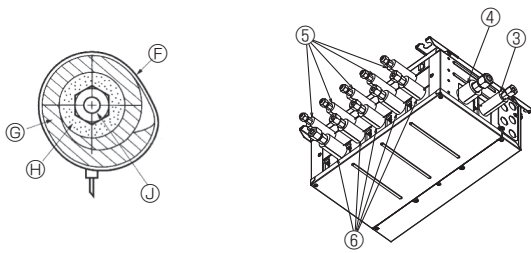
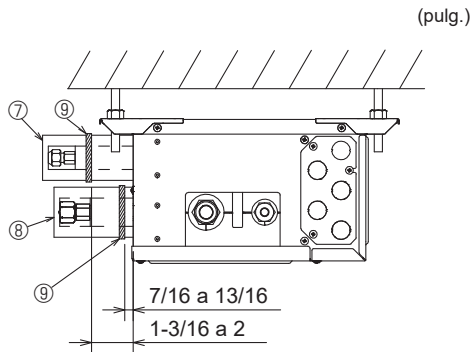

Fig. 7-3
Fig. 7-4
- Aísle los tubos de líquido y de gas de la caja de derivación aplicando alrededor de ellos espuma de polietileno resistente al calor. (Fig. 7-3)
- (5) Presione las cubiertas de los tubos ③ y ⑤ de la tubería de líquido contra la unidad y envuélvala para que se fije. (Fig. 7-3)
- (6) Presione las cubiertas de los tubos ④ y ⑥ de la tubería de gas contra la unidad y envuélvala para que se fije. (Fig. 7-3)
- (7) Aplique las cintas suministradas ⑨ en una posición de 7/16-13/16 pulg. (10-20 mm) de cada extremo de las cubiertas de los tubos (③④⑤⑥).
- (8) Si la unidad interior no está conectada, ajuste las cubiertas de los tubos que se suministran (con las tapas, ⑦ y ⑧) en las conexiones de los tubos de refrigerante de la caja de derivación contra la unidad para evitar el goteo de condensación de los tubos. (Fig. 7-4)
- (9) Fije las cubiertas de los tubos (⑦⑧) con las cintas ⑨ suministradas.
- Ⓣ Cinta (3.1. N° de accesorio ⑨)
- Ⓝ Cubiertas de los tubos (3.1. N° de accesorio ③④⑤⑥)
7.2. Manejo de los puertos que no están conectados a la unidad exterior (Fig. 7-4)